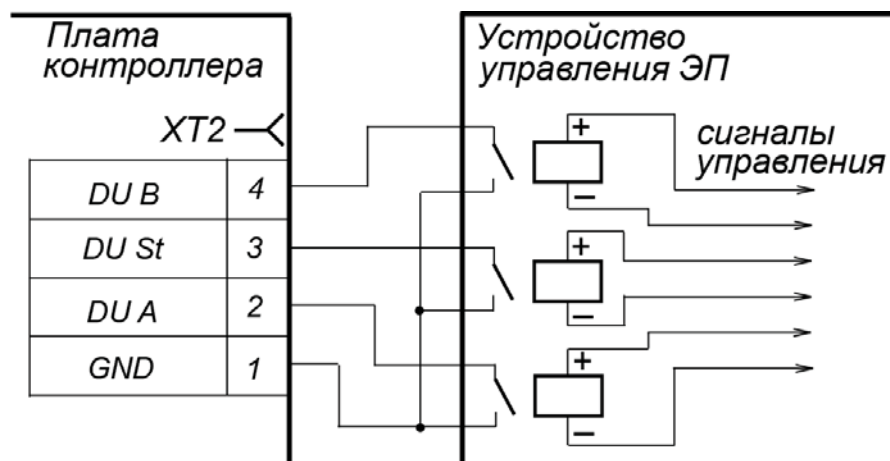

Рисунок 5 Управляющие элементы устройства управления ЭП: нормально разомкнутый контакт реле
5.4.2 Управление ЭП осуществляется подачей на контакты клеммной колодки **XT2** *DUA*, *DUS_t* и *DUB* сигнала низкого уровня относительно контакта *GND*, при этом управляющим элементом могут быть нормально разомкнутый контакт реле или схема с открытым коллекторным выходом (см. рис. 5 и 6).